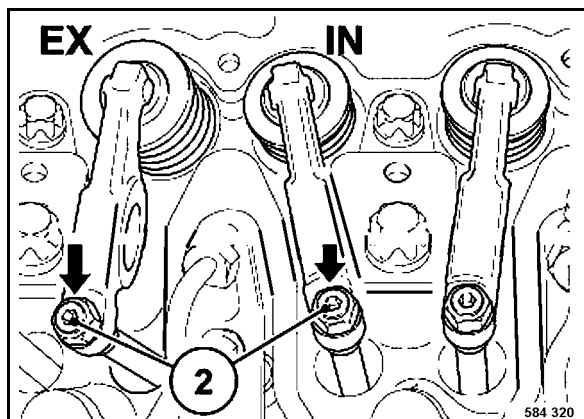
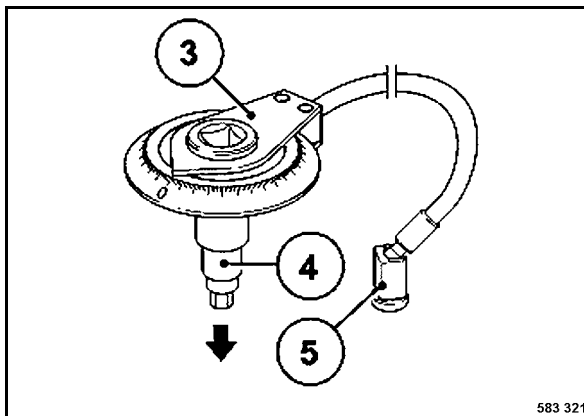

Fig. 144
Fig. 145
- Colocar el disco goniométrico 3 (Fig. 145) y pieza de llave de enchufe (4) en el tornillo de regulación de válvula 2 (Fig. 144).
- Fijar el imán (5) del disco goniométrico.